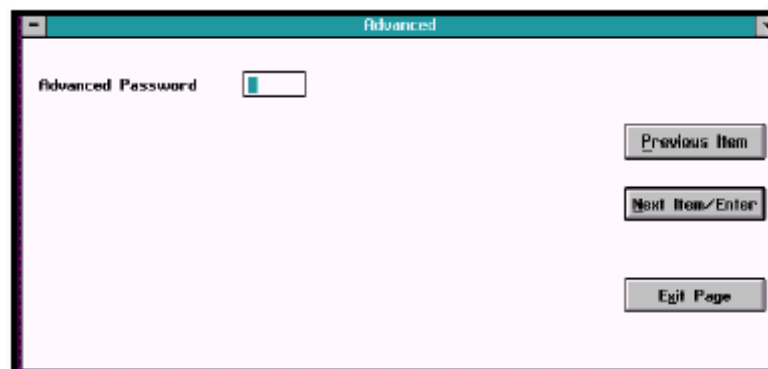

図 D-1 パスワード入力ウィンドウ
2. 図 D-1 に示すようにパスワードを問い合わせてきます。必要なパスワードについては、当社へお問い合わせください。